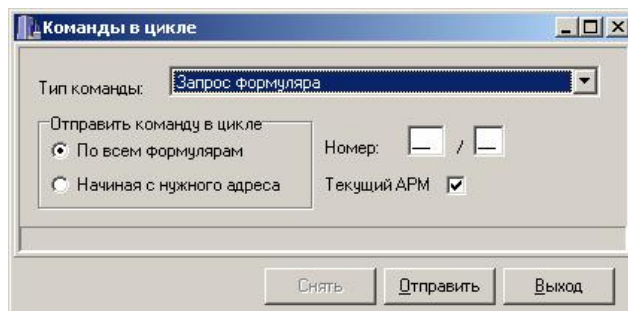

Рисунок 103
– **Отправить команду в цикле** – позволяет выдавать команды «Запрос состояния», «Ввод формуляра» и «Исключение формуляра» по группе адресов (АТС, либо АТС/КН) в цикле, рисунок 103: